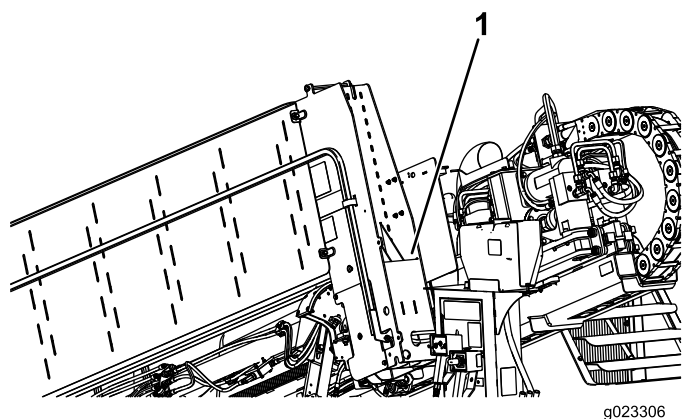

Figura 100
7. Guarde el bloqueo del cilindro junto al depósito de anticongelante (Figura 100).